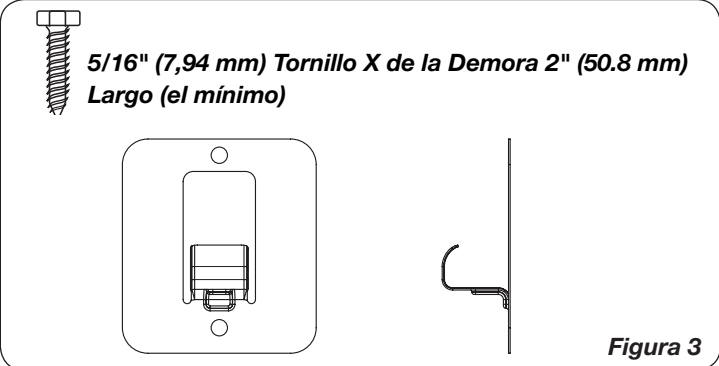

Figura 3
3. Abroche corchete de pared a la superficie creciente que utiliza 2 cierres apropiadamente calibrados 5/16" (7,94 mm) tornillo X de demora 2" (50.8 mm) largo (mínimo). Taladre hoyos pilotos como sea necesario. (Vea Figura 3).